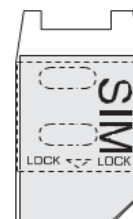

Bild 3
3. Schieben Sie die SIM-Karte in die Führungsnut des Oberteils ein und schließen Sie das Oberteil (Bild 3).